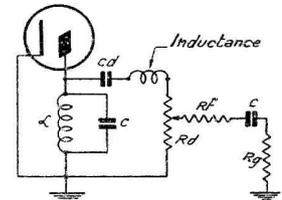

Fig. 6
- b) Schéma fig. 6 — La résistance de charge du tube diode est en parallèle.
MONTAGE FIGURE 6
On remarquera dans notre schéma fig. 6 la présence d'une inductance jouant le rôle d'une bobine d'arrêt. Ce dispositif n'existe pas toujours sur le schéma mais, en pratique, il faut l'utiliser pour obtenir les meilleurs résultats. Nous allons rapidement étudier pourquoi.